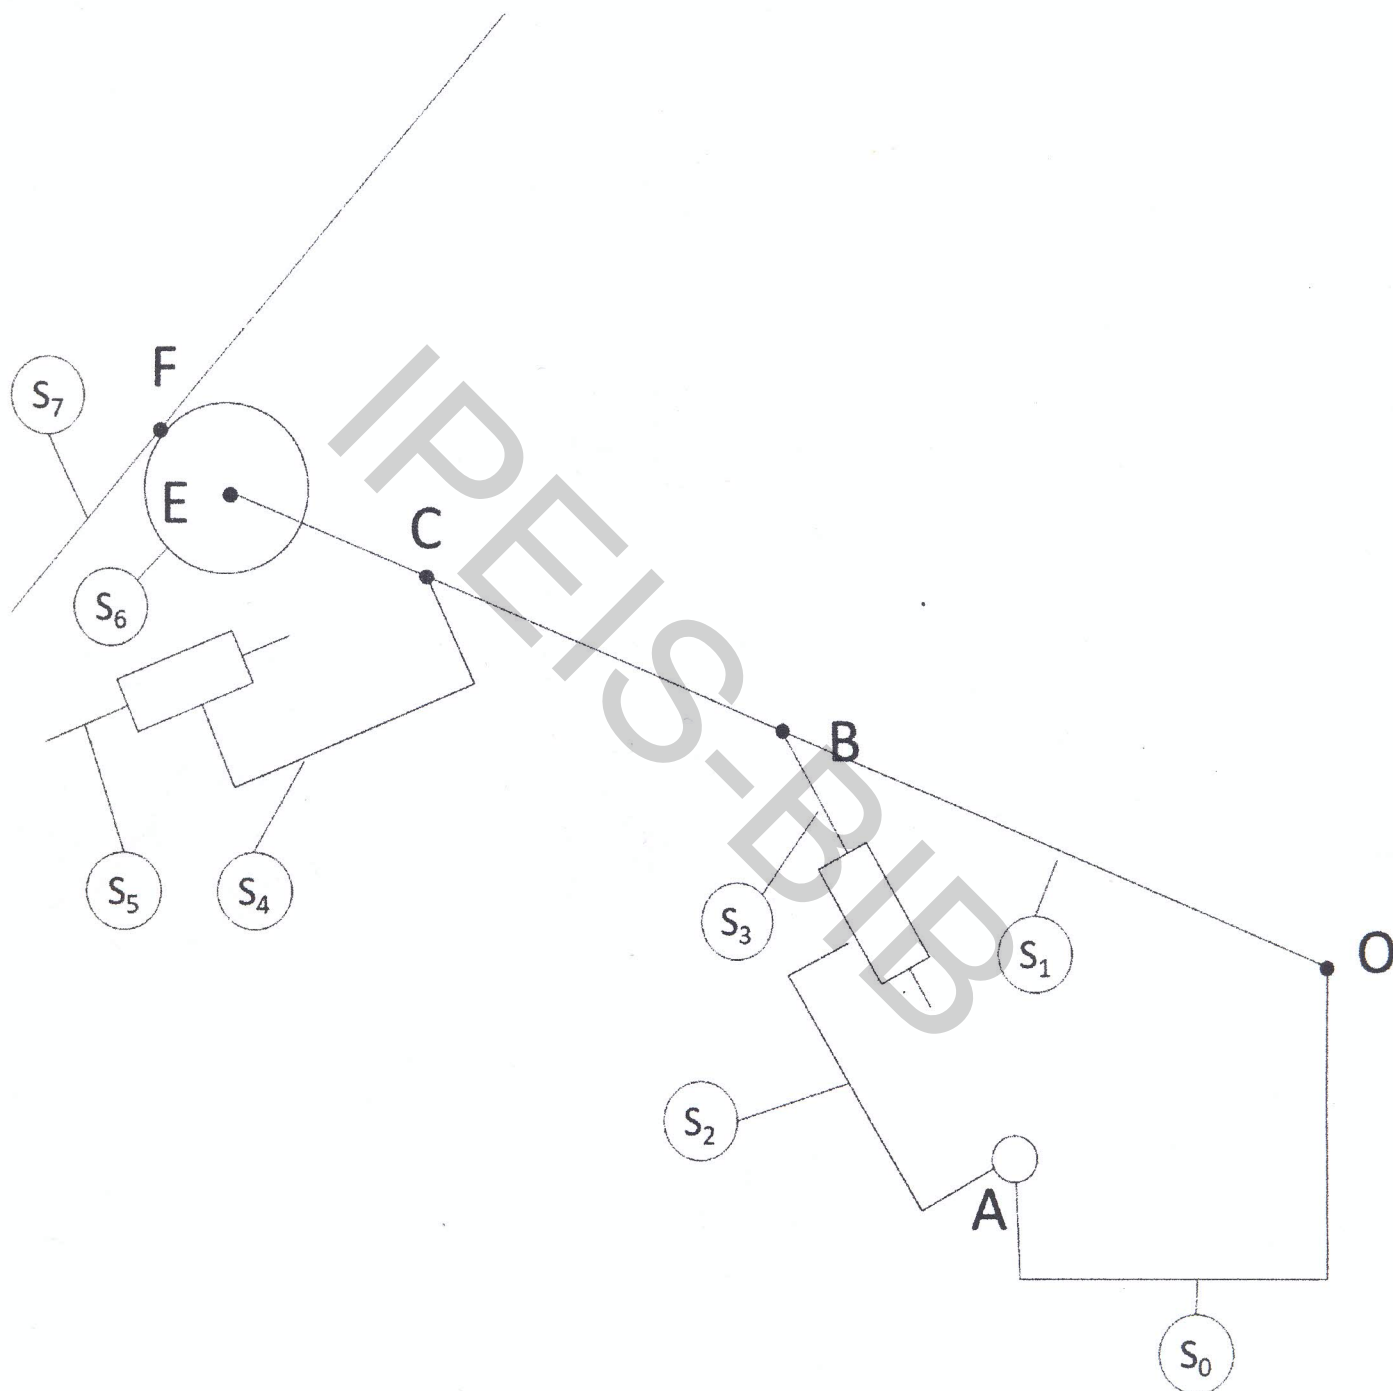

Figure 2
3) En utilisant l'échelle donnée, représenter sur la figure 2 le vecteur $\vec{V}(B)_{R_3/R_2}$
5) En utilisant la méthode graphique (triangle des vitesses) tracer sur Fig. 2 les vecteurs $\vec{V}(B)_{R_3/R_0}$ et $\vec{V}(B)_{R_2/R_0}$
7) En utilisant la méthode graphique du CIR, tracer sur la figure 2 le vecteur vitesse $\vec{V}(C)_{R_1/R_0}$